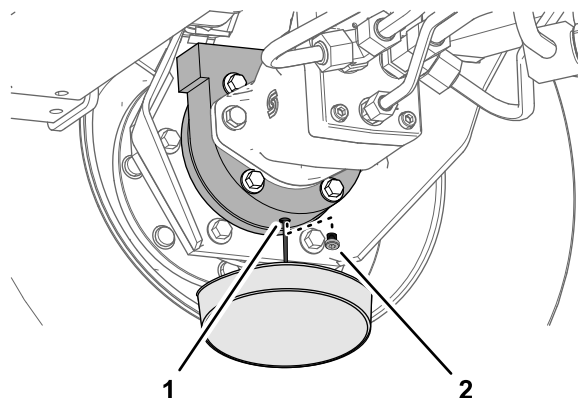

Figura 107
- Amplasați o tavă de golire sub carcasa frânei, îndepărtați buoul de golire și lăsați uleiul să se scurgă complet (Figura 107).